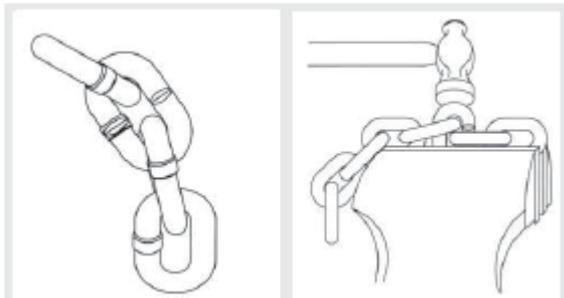

Figura 23. Taglio catena per incisione
1. Servendosi di una molatrice, intaccare la maglia ad entrambe le estremità (Figura 23); serrarla in una morsa e spaccarla con un martello.